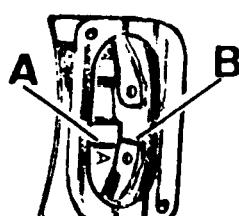
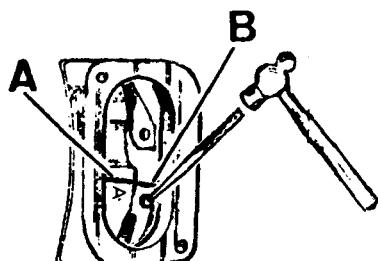

Fig. A1-47 Desfase en el sincronizado de la bomba
Fig. A1-48 Corrección del desfase en el sincronizado de la bomba
- D) Si al realizar la prueba anterior, ésta no fuera satisfactoria, o sea, - que la marca, A (Fig. A1-47) no coincide con el extremo recto, B (Fig. - A1-47) del anillo de sincronización, se desplazará dicho anillo hacia el lado que proceda, empleando un botador y un martillo (Fig. A1-48) hasta conseguir alinear la marca, A (Fig. A1-48) con la parte recta, B (Fig. - A1-48) del anillo. Quedando así la bomba sincronizada y preparada para su montaje sobre el motor.